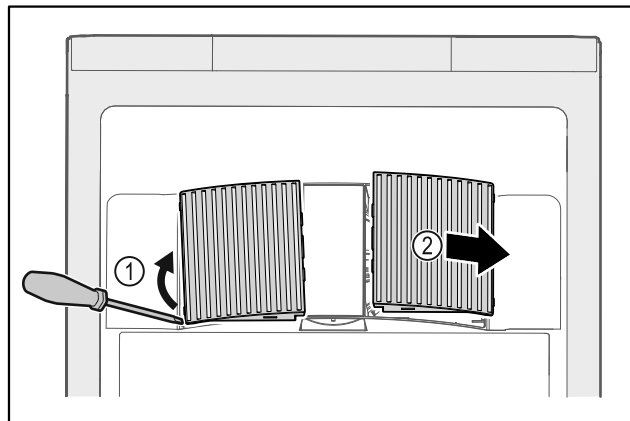

Fig. 141
- ▶ Pokrov ventilatorja previdno dvignite s strani Fig. 141 (1) in ga odstranite v smeri naprej Fig. 141 (2).